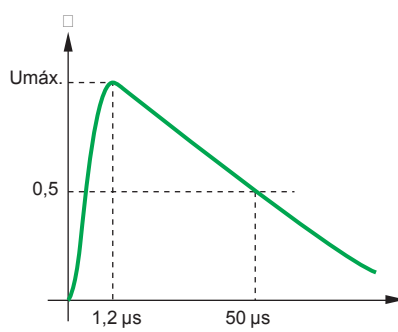
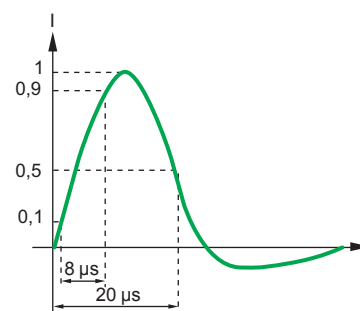

Fig. 2: onda de corrente normalizada 8/20 μ s
Fig. 3: onda de tensão normalizada 1,2/50 μ s
- Descargas atmosféricas: estas sobretensões são representadas normativamente por uma onda de tensão 1,2/50 μ s (ver a Fig. 2). As correntes induzidas por estas sobretensões, são representadas por uma onda normalizada 8/20 μ s (ver a Fig. 3).